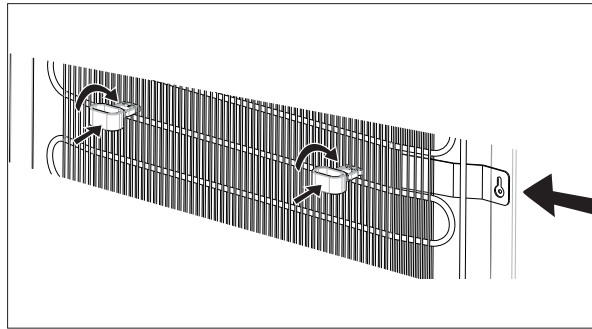

Abb. 21
- ▶ Montieren Sie die beiden Abstandshalter (17) in Höhe des oberen Befestigungsblechs (siehe Pfeil rechts in Abb. 21) auf der Geräterückseite an den Kühlrippen.
- ▶ Stecken Sie jeweils den Abstandshalter (17) in vertikaler Position bis zur Aussparung mit der Kennzeichnung **T** zwischen zwei Kühlrippen und drehen Sie ihn, wie in Abb. 21 dargestellt, um 90° in die horizontale Position. So wird die direkte Berührung des Kondensators mit der Wand verhindert.
- ▶ Richten Sie das Gerät waagrecht aus, indem Sie Unebenheiten des Bodens durch entsprechendes Einschrauben der Gerätefüße (6) ausgleichen.